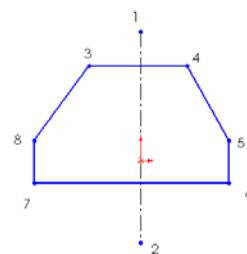

图 2-12 绘制中心线和直线
【例 2-4】以绘制如图2-12所示图形为例，介绍直线和中心线的绘制步骤。
**07** 退出直线绘制。按 Esc 键，或者在绘图区域单击鼠标右键，利用快捷菜单中的“选择”选项，退出直线的绘制，如图 2-12 所示绘制完毕。